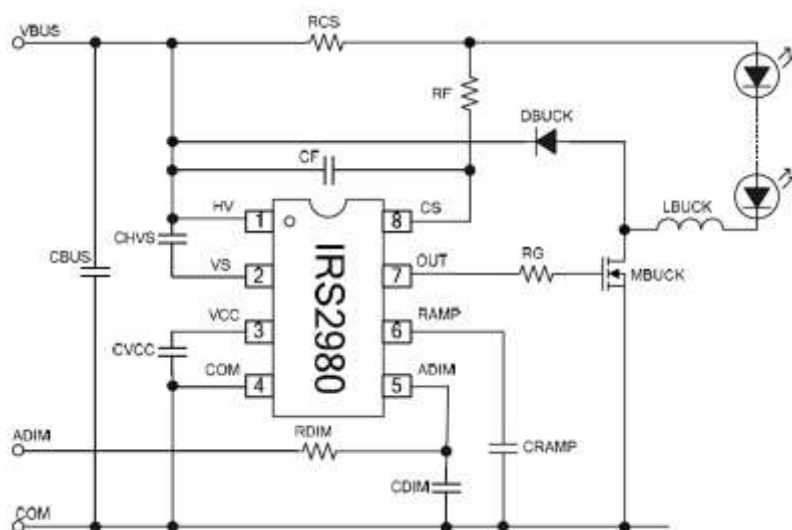

図2. IRS2980の周辺回路
図2は、HV入力とCS入力との間の電圧を差動で測定することによって、どのように電流が検出されるかを示しています。RFとCFは、雑音のフィルタリングのために付け加えられています。MOSFET (MBUCK) がオンに切り換えられると、コイルLBUCKの電流は次式の関係によって直線的に上昇します。
IRS2980 は、高電圧 DC バスから  $V_{CC}$  を供給するために、高耐圧レギュレータを内蔵しています。図 2 は、1 番ピン (HV) が DC バスに直接接続されることを示します。電流は、最大 450V まで動作する内蔵電流源を介して 3 番ピンの  $V_{CC}$  電源に供給されます。内蔵レギュレータは最大 3mA 供給でき、LED 駆動回路に通常要求されるほとんどの MOSFET のゲート容量や周波数に  $V_{CC}$  を供給するのに十分です。低いゲート容量 (25nC 以下) を備えた MOSFET やコイル (LBUCK) の選択によって、 $I_{CC}$  は低減でき、レギュレータの動作周波数を下げることができるでしょう。例えば、60kHz で動作するレギュレータは、120kHz で動作するときよりも非常に少ない  $I_{CC}$  で済むでしょう。以前に説明したように、これはコイルの大きさに対するトレードオフです。IRS2980 の温度上昇を考慮することも重要です。内蔵レギュレータが線形に動作するので、関連する電力損失は、バス電圧や  $I_{CC}$  に依存します。